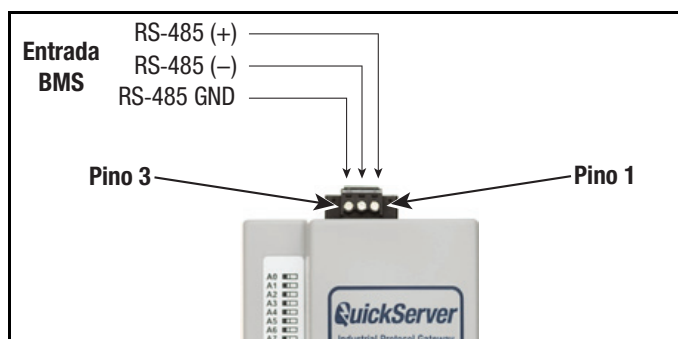

Figura 7. Conexão do QuickServer à rede de campo RS-485
- Conecte os fios da rede RS-485 no conector de 3 pinos do RS-485 no QuickServer ProtoNode conforme mostrado na Figura 7.